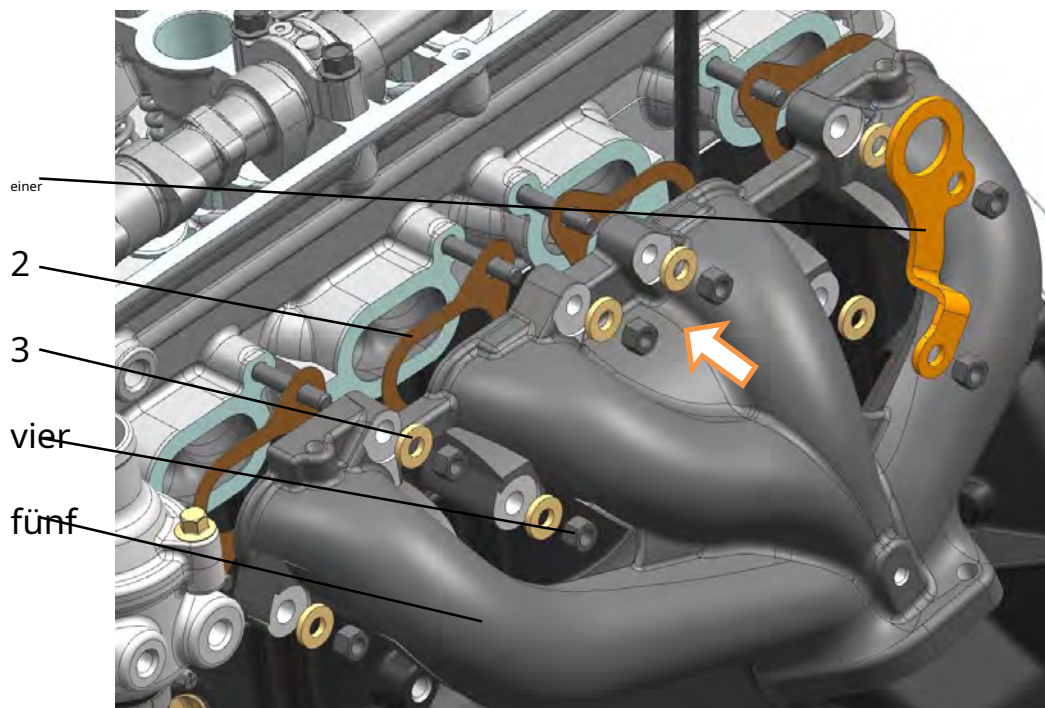

Abb. 174. Abgaskrümmer einbauen:
21. Abgaskrümmer 5 (Abb. 174) mit Dichtungen 2 einbauen und hinten Halter zum Anheben des Motors 1 mit Unterlegscheiben an den Stehbolzen. Alle bis auf die letzten Muttern 4 zur Befestigung des Kollektors mit Unterlegscheiben 3 einrasten und mit einem Drehmoment von 19,6 ... 24,5 N·m (2,0 ... 2,5 kgf·m) anziehen.